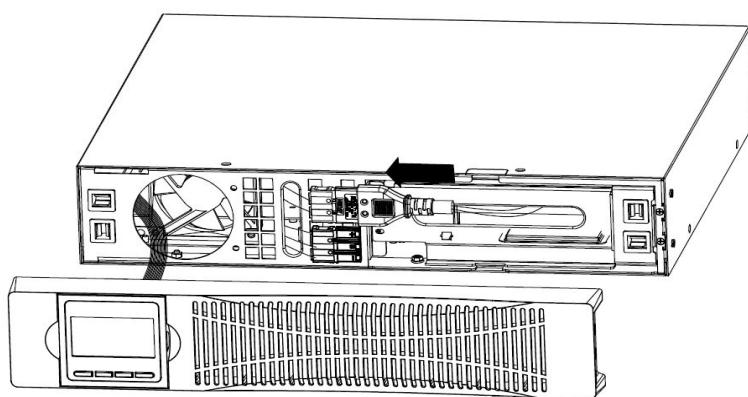

Рис. 12 — Подключение разъема встроенных аккумуляторов
- 2) Подключение разъема встроенных аккумуляторных батарей (см. Рис.12). Быстро и плотно соедините между собой разъемы красного цвета, для обеспечения надежного контакта.